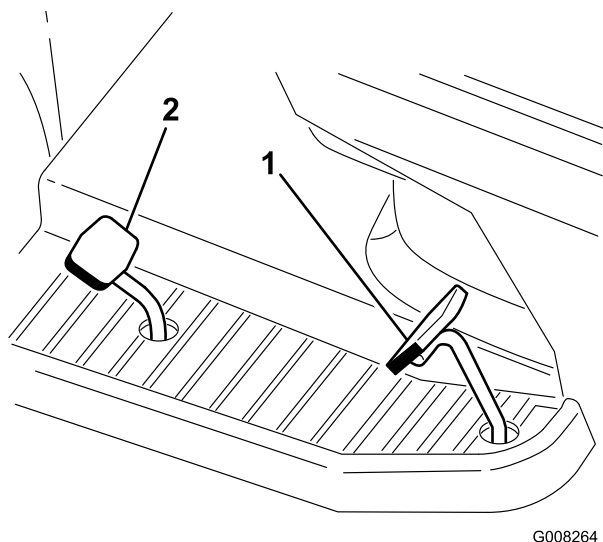

Bild 16
2. Gehen Sie mit dem Fuß auf das Fahrpedal und drücken Sie das Pedal langsam nach vorne (Bild 16).
2. Stellen Sie den Fuß auf das Gaspedal zum Rückwärtsfahren und treten Sie das Pedal langsam durch um rückwärts zu fahren (Bild 16).